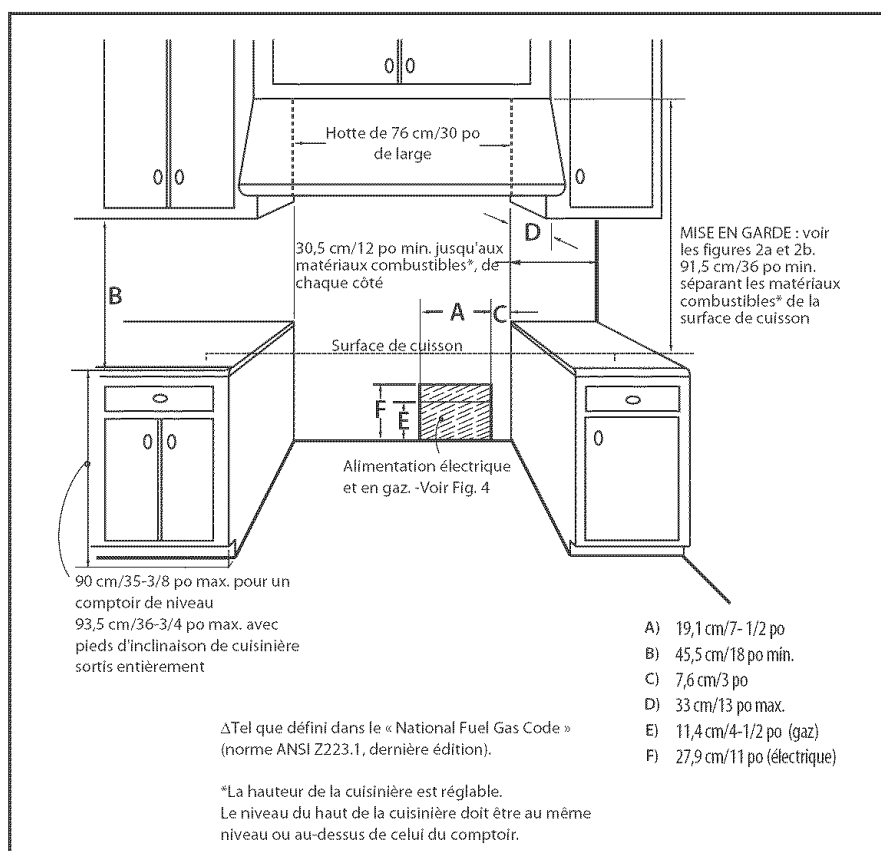

FIG. 3
Pour évacuer la fumée de la meilleure façon, le bord inférieur de la hotte doit être installé à un minimum de 76 cm/30 po et un maximum de 91 cm/36 po au-dessus de la surface de cuisson de la cuisinière (voir Fig. 3, p. 5). Si la hotte contient des matériaux combustibles (par ex. un revêtement en bois), elle doit être placée à au moins 91 cm/36 po au-dessus de la surface de cuisson.
1. La cuisinière est un appareil indépendant. Respectez les mesures de dégagement indiquées à la Fig. 3 si vous comptez la placer à côté d'armoires de cuisine. Les mêmes dégagements s'appliquent à une installation en îlot.
3. La source d'alimentation en gaz ou électrique doit se trouver dans les zones indiquées aux figures 3 et 4, p.5.
Installez le dossieret après le branchement au gaz. Le dossieret doit être installé lorsque le dégagement entre les matériaux combustibles et l'arrière de la cuisinière (au-dessus de la surface de cuisson) est inférieur à 30,5 cm/12 po (voir Fig. 3, page 5).